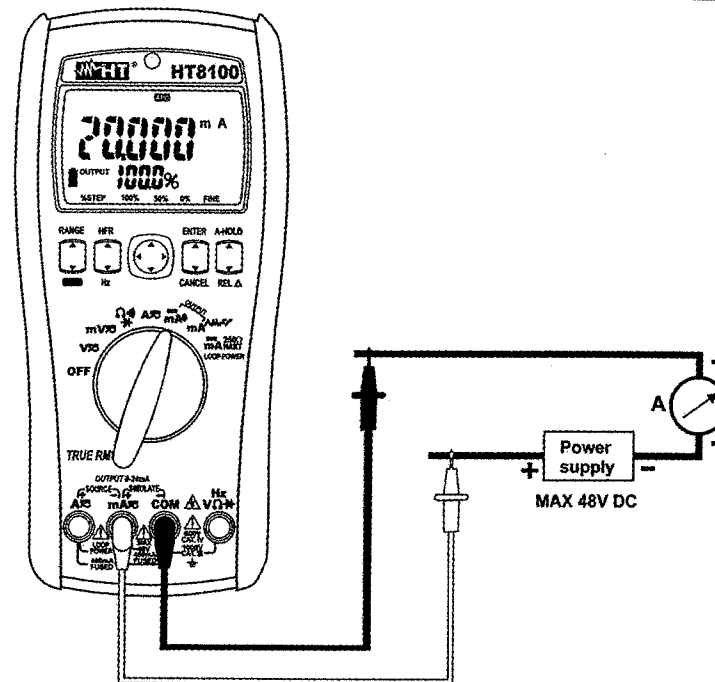

Abb. 9: Verwendung des Gerätes für die Simulation eines Wandlers
5. Stellen Sie die rote Messleitung und die schwarze Messleitung in die Punkte mit positivem Potenzial der externen Quelle und positivem Potenzial des externen Messgerätes (z.B.: Multimeter – siehe Abb. 9).